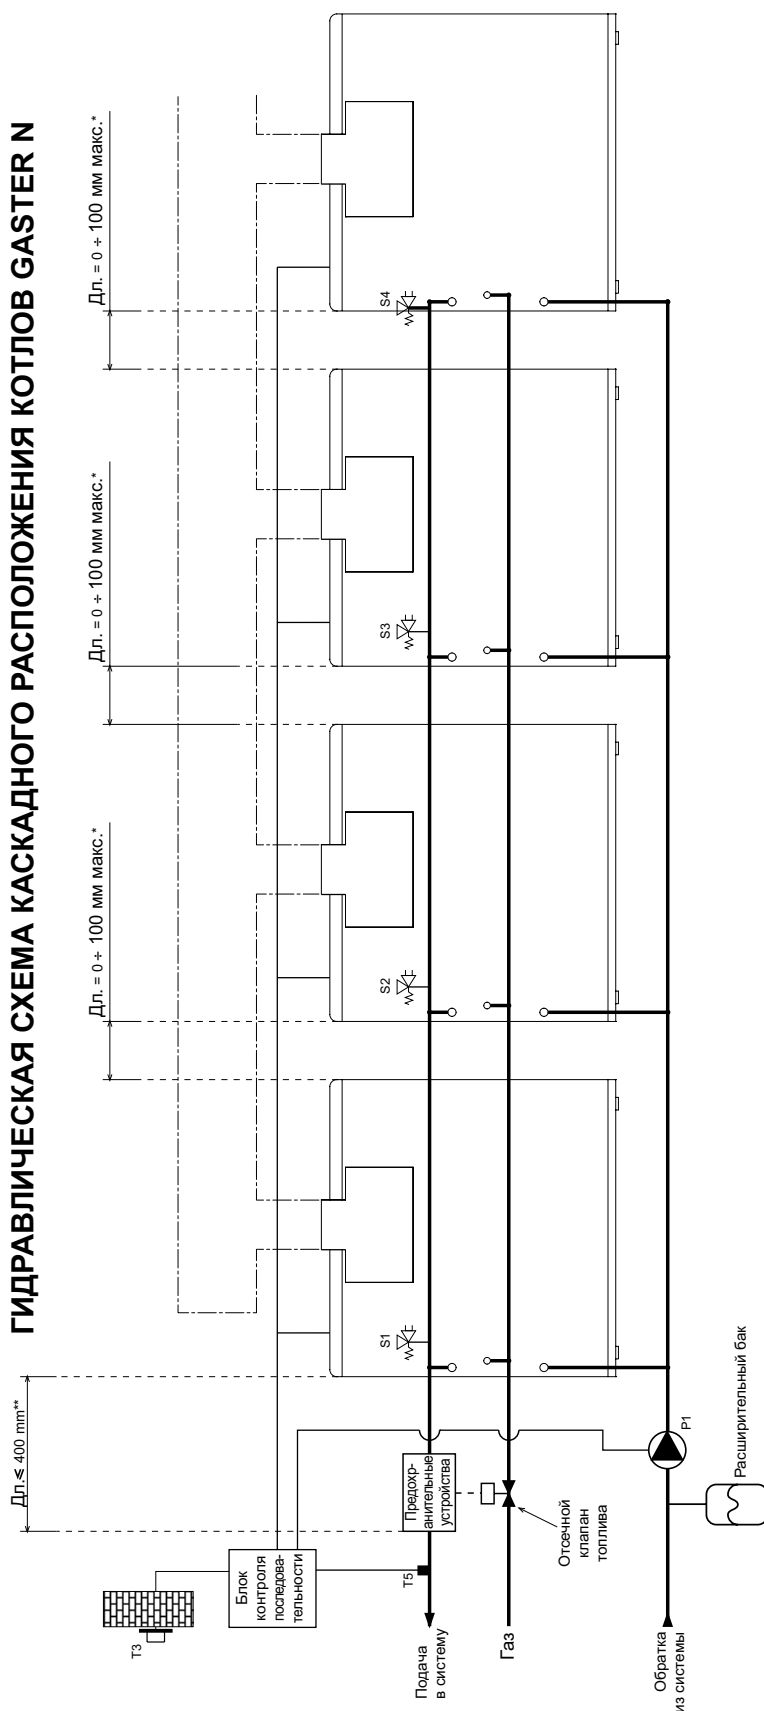

Рис. 10
- Соединить все модули к единому гидравлическому контуру с двойным коллектором (коллектор подачи и обратки), соблюдая все указания, приведённые на схемах рис. 10 и 11.
В случае, когда необходимо, чтобы генераторы, образующие модульную группу, работали в каскаде, установите электронный блок последовательности (рис. 10 и 11).